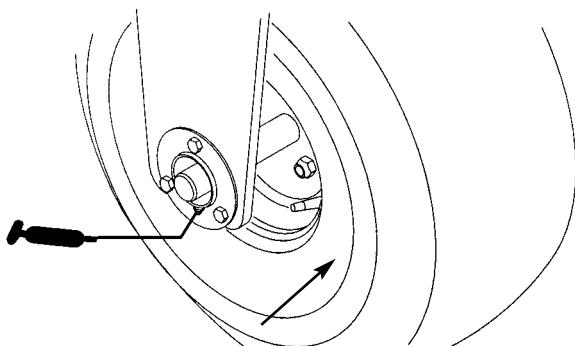
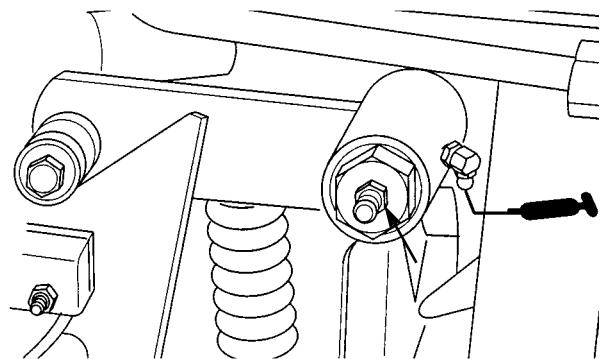
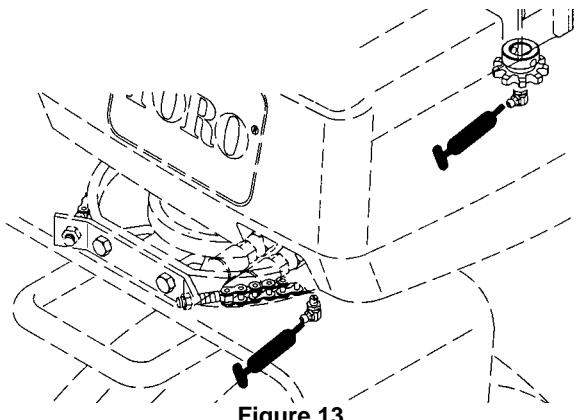

Figure 11
Figure 12
Figure 13
Les roulements et bagues devant être graissés sont: roulements des roues avant (Fig. 11), timonerie de commande déplacement (Fig. 12) et arbre de direction (Fig.13).
N.B.: Pour accéder au graisseur de la timonerie de commande déplacement (Fig. 13), déposer les (3) vis qui fixent le panneau latéral sur le côté gauche de la machine et déposer le panneau.
N.B.: Pour accéder au graisseur de l'arbre de direction (Fig. 13), déposer les (4) vis et les entretoises qui fixent le réservoir d'essence en haut de la machine et soulever l'avant du réservoir.